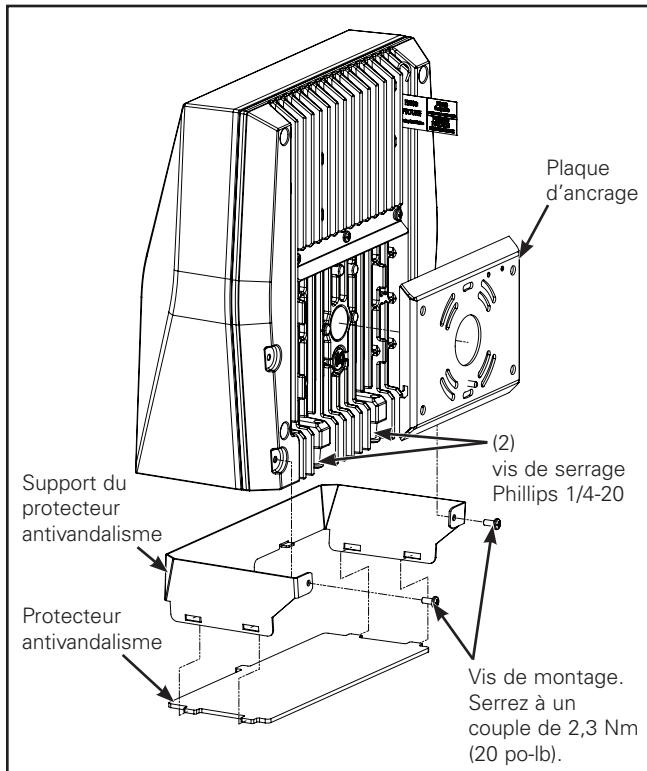

Figure 1.
- (Montage mural seulement) – Retirez le luminaire du mur en desserrant les deux (2) vis Phillips 1/4-20 du luminaire (Figure 1).
- Installez le protecteur antivandalisme ou la grille de protection métallique en ouvrant ou l'élargissant légèrement et en le positionnant sur le luminaire (Figures 1 et 2). Pour le protecteur antivandalisme, installez la lentille dans les fentes (Figure 1).